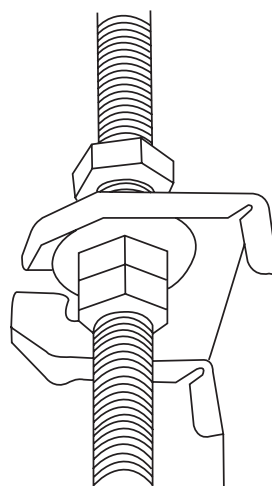

Рис. 4.11
- Установите внутренний блок. Для подъема и закрепления блока требуется не менее двух человек. Введите монтажные болты в отверстия для подвески блока. Закрепите болты, используя прилагаемые шайбы и гайки (см. рис. 4.11).